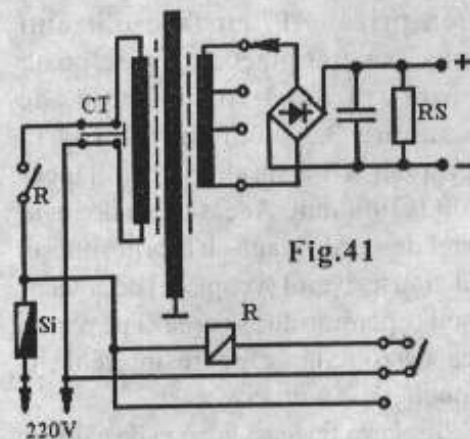

Fig.41
11) Miezu transformatorului, condensatorul de trecere și carcasa (cutia) se leagă la pământ. Obs. Minusul tensiunii înalte este izolat față de masă (pământ) (Fig.41).